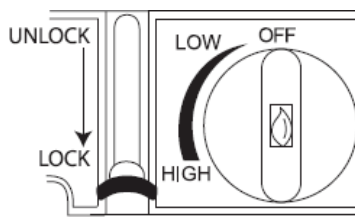

Fig. 3
- Empuje el bloqueo del cartucho de gas hacia abajo hasta la posición "LOCK" con un movimiento firme. (Fig. 3)